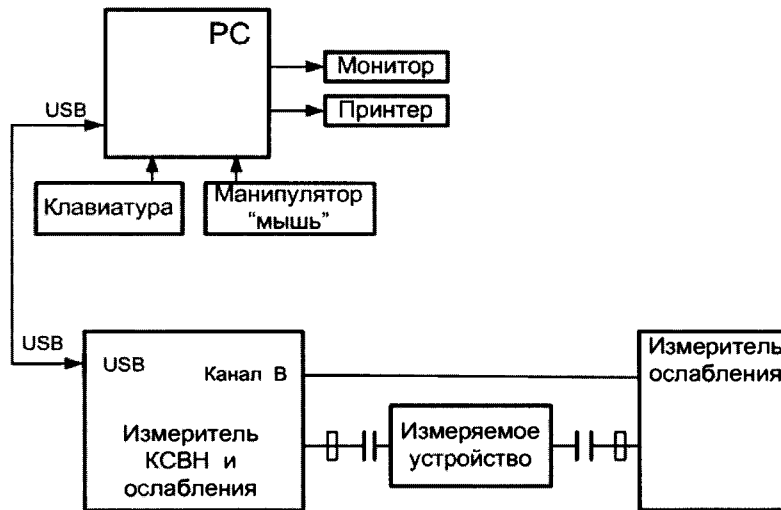

Рисунок 7
8.5.3 Для проведения измерений модулей коэффициентов передачи $|S_{21}|$ собрать схему, приведенную на рисунке 7, подсоединив измеряемое устройство между выходным фланцем и ответвителем «В» измерителя P2-65M (рисунок 7).